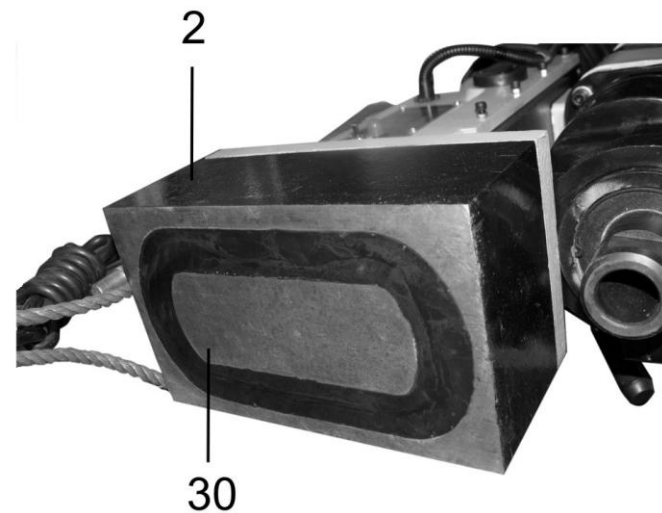

Рис. 6
9.2.2. Перед монтажом станка убедитесь, что поверхность, на которую устанавливается магнитная подошва (2) станка, сухая, чистая, плоская и ровная. Контактная поверхность (30) магнитной подошвы (2), Рис. 6, должна быть сухой и чистой. Обеспечьте непосредственный контакт между монтажной металлической поверхностью и поверхностью (30), Рис. 6, магнитной подошвы (2) станка по всей ее рабочей площади.